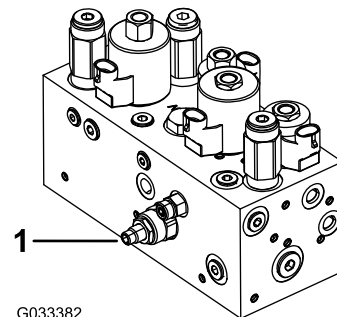

Рисунок 47
Гидравлический контур подъема/опускания режущих блоков оснащен клапаном-регулятором расхода (Рисунок 47). Этот клапан настроен на заводе-изготовителе в положение, соответствующее приблизительно трем оборотам в сторону открывания, но может потребоваться его регулировка для компенсации различий в температурах гидравлического масла, скоростей скашивания и т.п.
1. Поднимите сиденье и найдите клапан-регулятор расхода (Рисунок 47) для средней приводной рамы, расположенный на боковой стороне гидравлического коллектора.